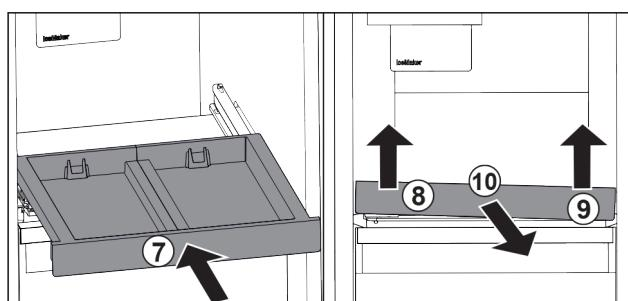

Fig. 43
- ▶ Gurnite izvlačnu ploču. Fig. 43 (7)
- ▶ Podignite izvlačnu ploču naprijed lijevo. Fig. 43 (8)
- ▶ Podignite izvlačnu ploču naprijed desno. Fig. 43 (9)
- ▶ Izvadite izvlačnu ploču prema naprijed. Fig. 43 (10)